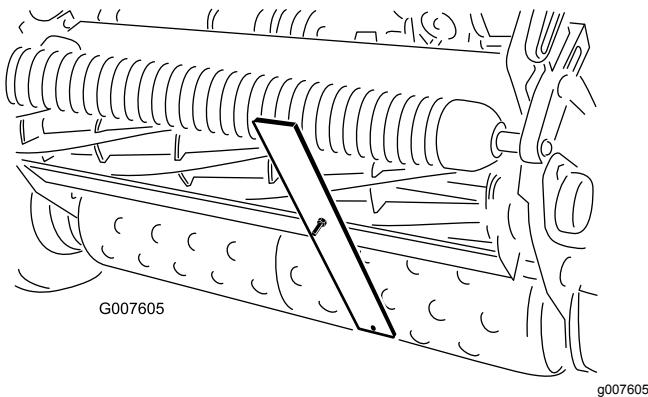

Bild 56
4. Haken Sie den Schraubenkopf an die Schnittkante des Untermessers ein, und stützen Sie das hintere Ende der Leiste auf der Heckrolle ab (**Bild 56**).